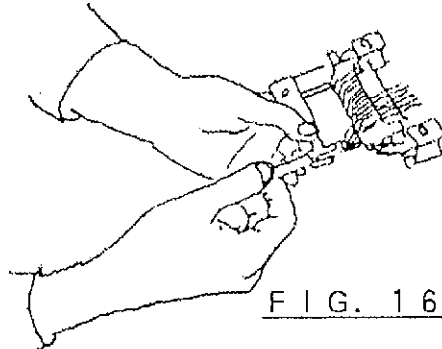

FIG. 16
- ① シャーブレードの取付ネジを外し、押しネジをゆるめてシャーブレードを取り外す。
- ② 新しいシャーブレードを仮止めする。
- ③ 押しネジを回し、シャーブレードがロケートネジに当たるようにする。
- ④ シャーブレードがA面に当たるように押しながら取付ネジを締める。
- ① Remove the shear blade by removing mount screws and loosen the Set Screw.(FIG.16)
- ② Screw the shear blade to the fixture base. Screw loosely at this point of ass'y.
- ③ Turn the set screw until the shear blade touched the locate screw.
- ④ Make certain surface of the shear blade contact surface A of the fixture base when screw it.